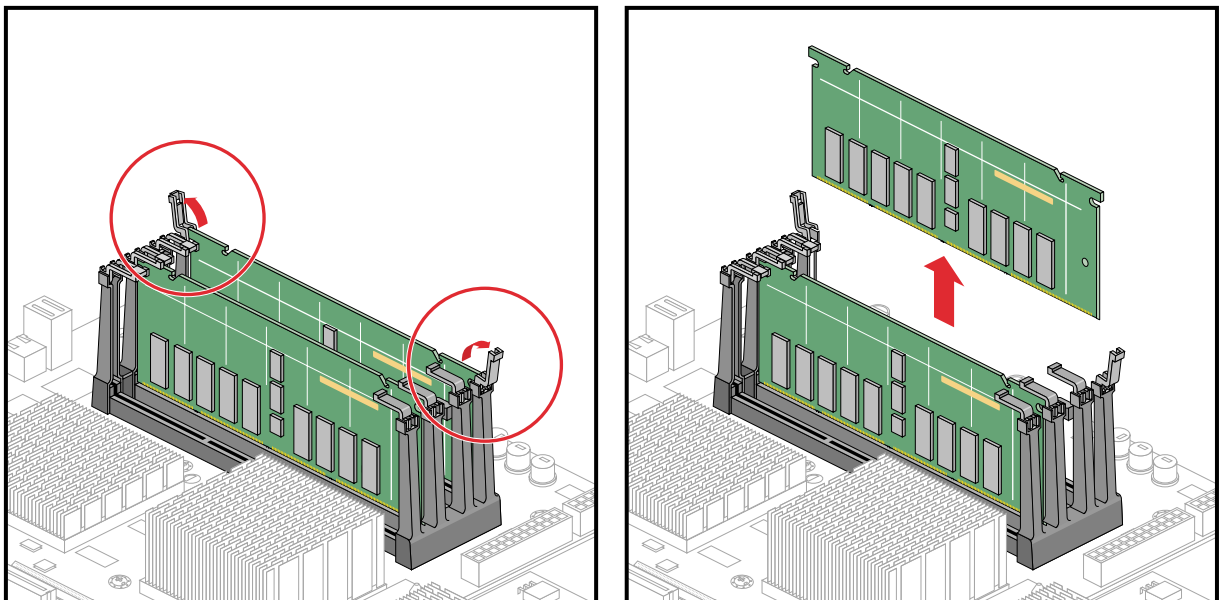

Abbildung 4-9 Entfernen eines DIMM-Moduls
3. Ziehen Sie die Riegel an den Seiten des DIMM-Steckplatzes nach oben (siehe Abbildung 4-9). Das DIMM-Modul löst sich dadurch teilweise aus dem Steckplatz.